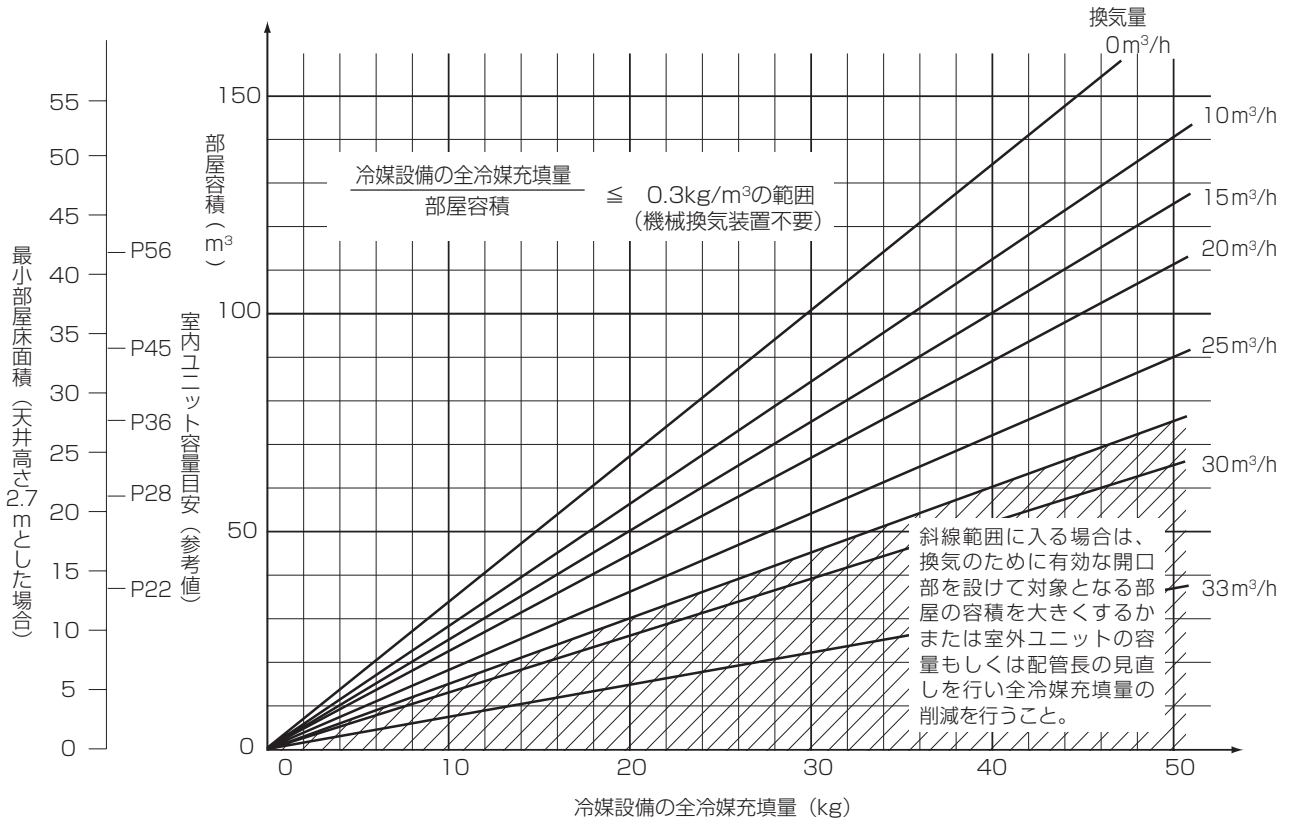
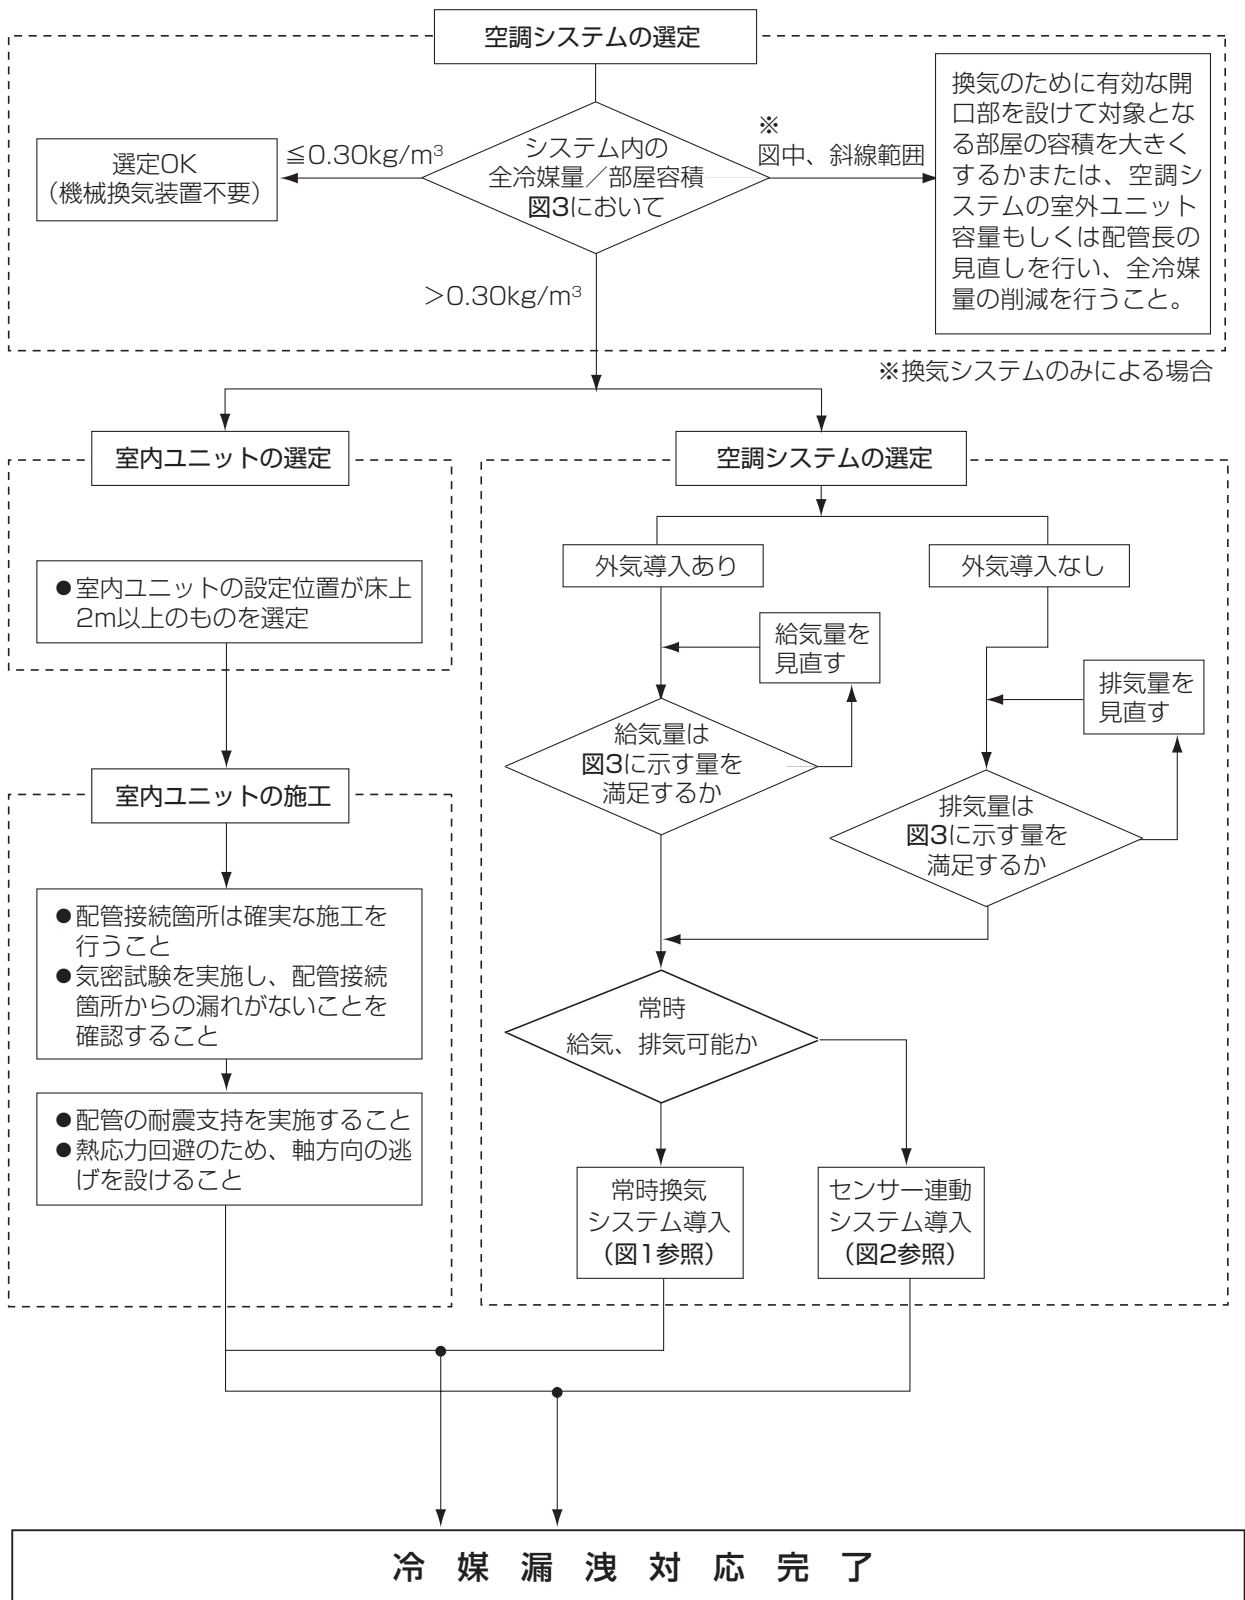

図3 換気量によるシステムの選定
図4 冷媒漏洩対応フローチャート
換気量は対象冷媒設備の全冷媒充填量と部屋容積によって図 3 に示す量以上としてください。
- (a) 換気システムを設置する場合でも万一の換気システムの故障を考え、図 3 の斜線で示す範囲は選定しないようにしてください。この範囲に入る場合は原則的に、**対応 1** **対応 2** に示すように換気のために有効な開口部を設けて対象となる部屋の容積を大きくするかまたは、室外ユニット容量もしくは配管長の見直しを行い全冷媒量の削減を行ってください。
- (b) 換気システムを設置した場合で図 3 の斜線で示す範囲に入り、**対応 1** **対応 2** がとれない場合は、換気システムとは別の独立した安全確保のための手段を設けてください。具体的には冷媒漏洩時のセンサーによって作動する冷媒遮断弁や在室者の危険を知らせる確実な警報システムの併設です。この場合センサーは上記換気システム作動用のセンサーとは別にしてください。図 4 に冷媒遮断弁併設の場合を示します。
**対応 3** の場合のフローチャートを図 4 に示します。